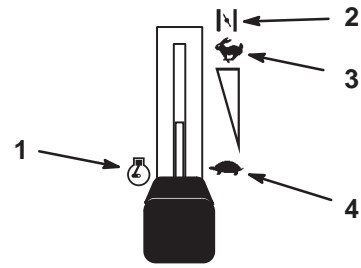

Figure 7
5. Placez la manette d'accélérateur en position Starter (Fig. 7) pour démarrer à froid.
7. Lorsque le moteur a démarré, placez la manette d'accélérateur à mi-course, entre les positions de régime maximum et de ralenti (Fig. 7). Laissez chauffer le moteur pendant 3 à 5 minutes avant de mettre la manette d'accélérateur en position de régime maximum.
1. Placez la manette d'accélérateur en position de ralenti (Fig. 7).